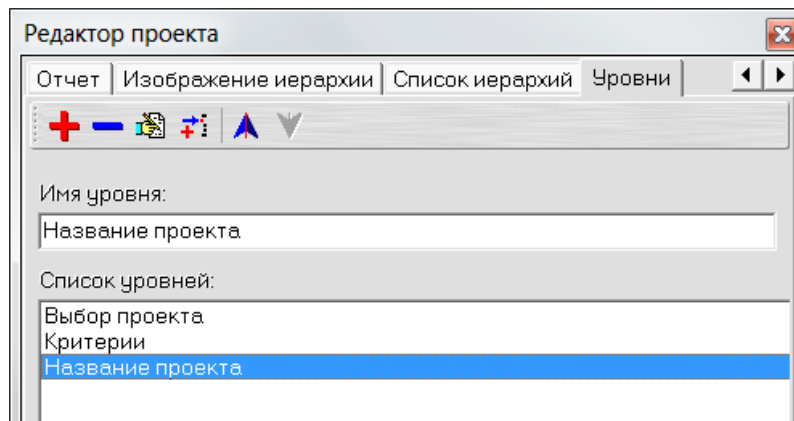

Рис. 21. Окно «Редактор проекта»
- 6 Нажав на каждом из уровней, измените имя каждого. Уровень1 – Выбор проекта, Уровень2 – Критерии, Уровень3 – Название проекта (рис. 21).